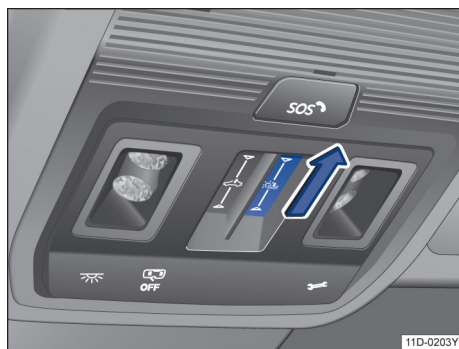

图 86 在顶篷中：打开遮阳卷帘
- 自动运行：通过向后滑动功能按键  →图 86。通过点击功能按键中断自动运行。